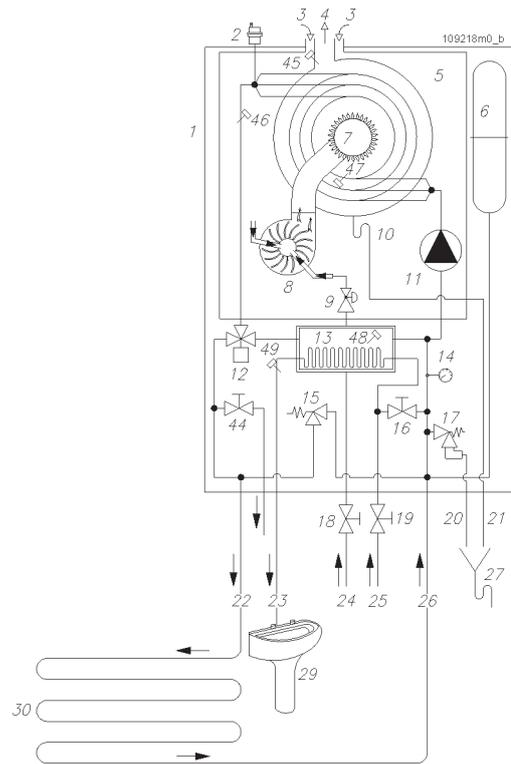

Abbildung 3 - Hydraulikplan Serie WKM mit integrierter Warmwasserbereitung und Fußbodenheizung.
- WKM -- Mit diesem Heizkessel kann man eine Anlage für die Durchlaufwassererwärmung sowie eine Heizungsanlage realisieren, deren Heizkörper Temperaturen zwischen 30°C und 45°C erreichen können. Für ein Beispiel dieses Anlagentyps siehe Abb. 3.